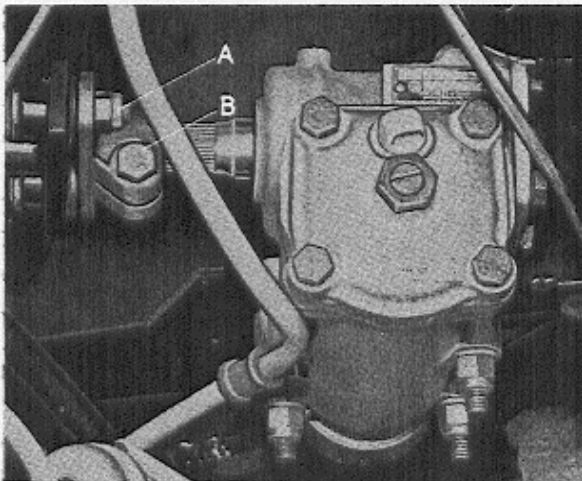

Fig. 6-38. Stuurhuis
2. Maak de bout (B, Fig. 6-38) van de flens van de onderste stuurkolomas los. Verwijder de moeren (A) en schuif het onderste deel van de flens zo ver mogelijk naar beneden op de stuurworm.